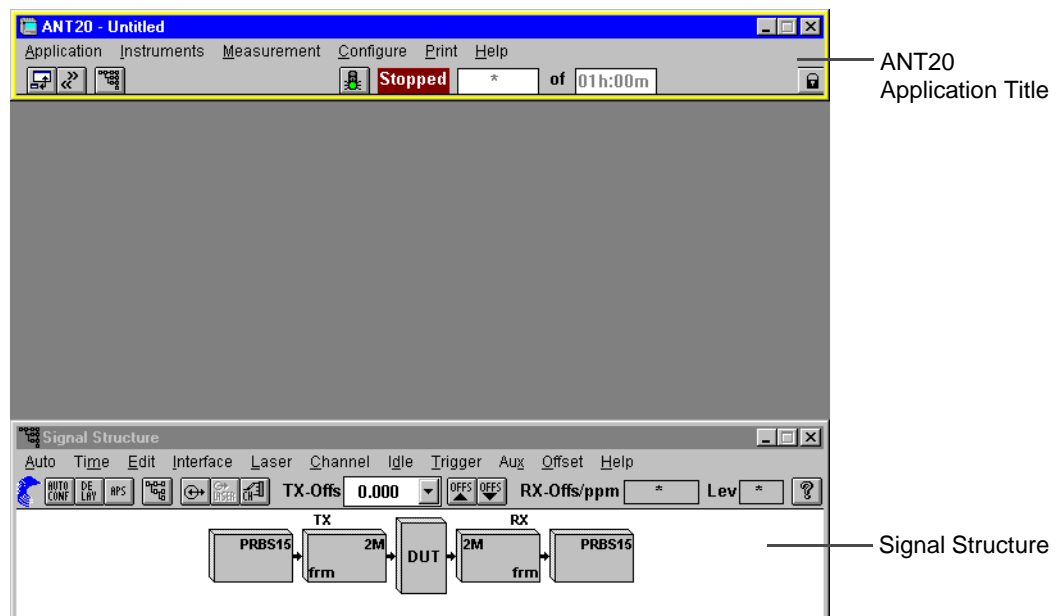

Bild B-4 Monitorbild des ANT-20SE nach dem ersten Einschalten
**Hinweis:** Nach dem Einschalten des ANT-20SE wird standardmäßig Windows gestartet und die Software des ANT-20SE wird geladen (siehe Bild B-4).